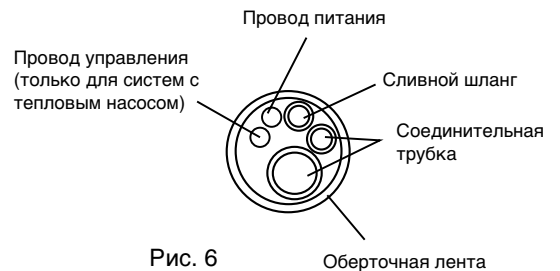

Рис. 6
2. Обмотайте трубки и электропровода и пропустите их через освобожденное отверстие (см. рис.6).